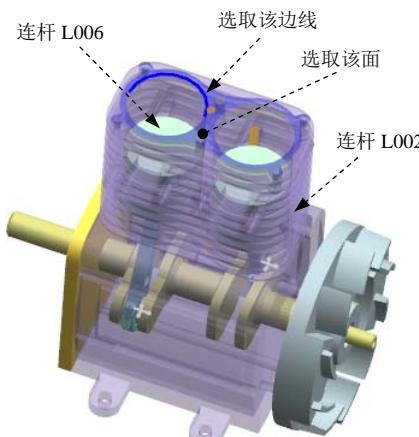
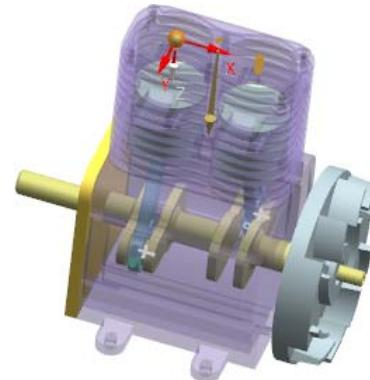

图 10.4.15 定义滑动副（二）
图 10.4.16 定义滑动副的方向
(1) 选择连杆。选取图 10.4.15 所示的连杆 L006。
(2) 定义原点及矢量。在“运动副”对话框的 **指定原点** 下拉列表中选取“圆弧中心” 选项，在模型中选取图 10.4.15 所示的圆弧为定位原点参照；选取图 10.4.15 所示的面作为矢量参考面，方向如图 10.4.16 所示。
(3) 添加啮合连杆。在“运动副”对话框的基本区域中选中  **啮合连杆** 复选框，单击 **选择连杆 (0)**，选取图 10.4.15 所示的连杆 L002。
(4) 定义啮合连杆原点及矢量。在“运动副”对话框基本区域的 **指定原点** 下拉列表中选取“圆弧中心” 选项，在模型中选取图 10.4.15 所示的圆弧为定位原点参照；选取图 10.4.15 所示的面作为矢量参考面，方向如图 10.4.16 所示。
(5) 单击 **应用** 按钮，完成第四个运动副的添加。